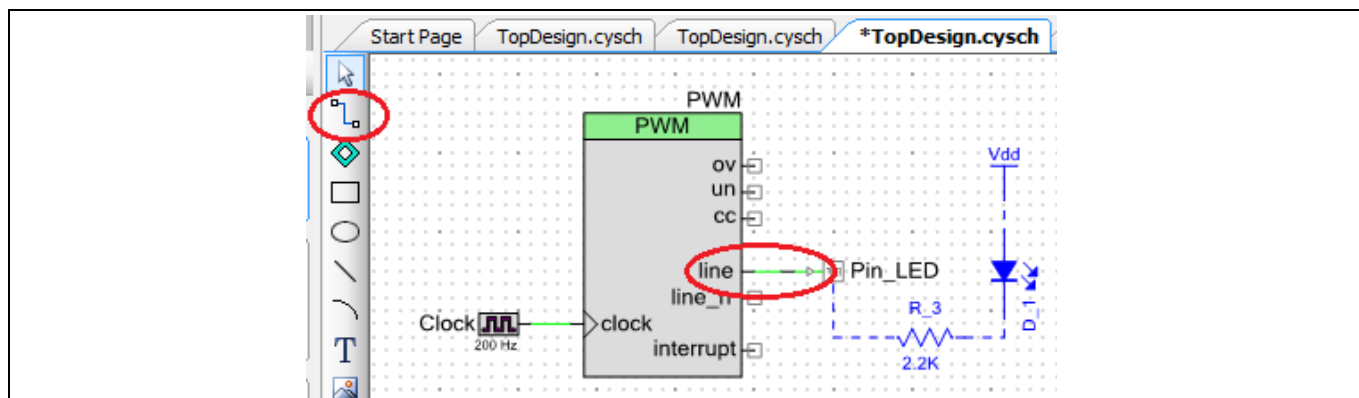

Figure 6 ピン接続
6. ピン コンポーネントに対しては、それらのパラメータを初期値のままにします。**Figure 6** に示すように、配線を使用して PWM コンポーネントの「line」端子にピンを接続します。